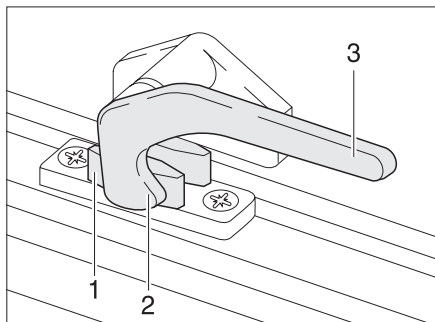

Fig. 23 Palanca de bloqueo en la posición "cerrado"
- ▶ Girar la palanca de bloqueo (Fig. 23,3) un cuarto de vuelta hacia la mitad de la ventana.
- ▶ Girar la palanca de bloqueo (Fig. 23,3) un cuarto de vuelta hacia el marco de la ventana. El saliente de bloqueo (Fig. 23,2) se encuentra en la cara interior del bloqueo de la ventana (Fig. 23,1).
- En la posición "cerrada fijamente" (Fig. 23)